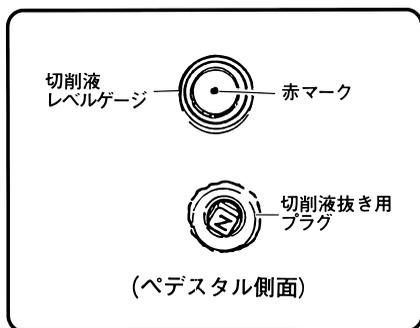

図43
(1) チーズ内のフィルターの目づまりを定期的に点検してください。もし目づまりをしている時はフィルターを洗浄してください。
(2) チーズ内のフィルターの洗浄方法
- ① 切削液抜き用プラグ（図43参照）をゆるめ、クーラントタンク内の切削液を抜きます。